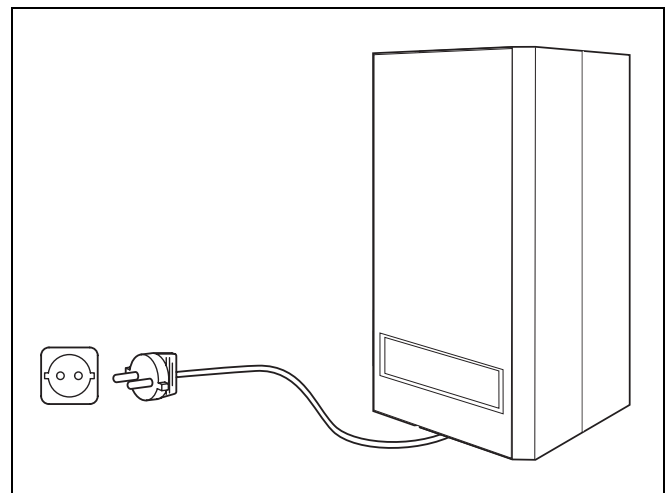

fig. 16 Aansluiting netvoeding
De aansluiting op de netvoeding gebeurt door de netstekker in een geaarde wandcontactdoos (230 VAC/ 50 Hz) te steken (→ fig. 16).
- Steek de stekker van het toestel in een wandcontactdoos met randaarde (→ fig. 16).